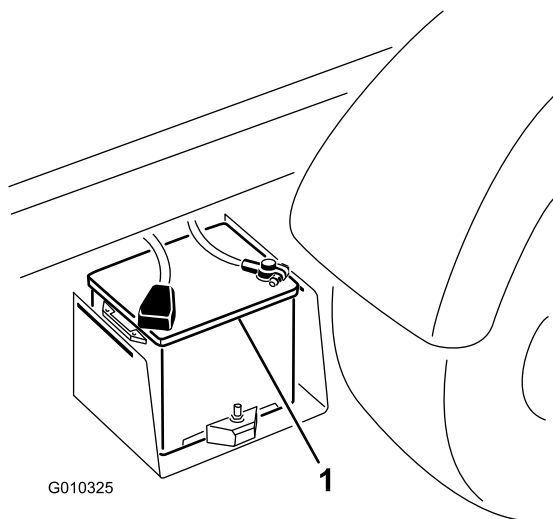

Figura 48
2. Collegate un cavetto portatile tra i poli positivi delle due batterie (Figura 48). Il polo positivo è identificato dal simbolo + sul coperchio della batteria.